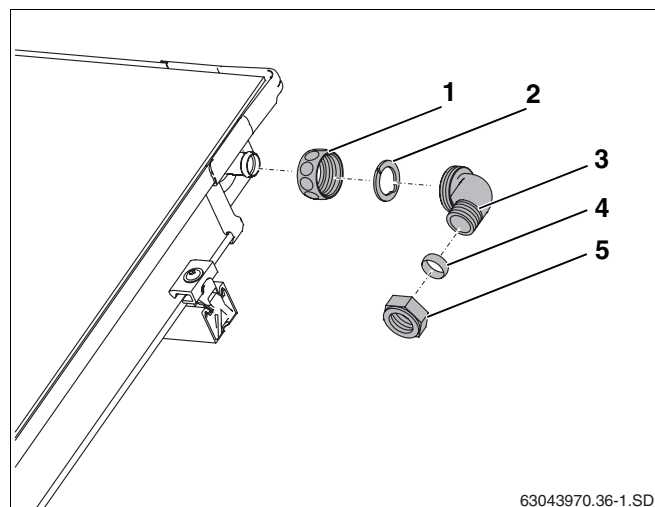

Fig. 57 Montarea conductei de tur (fără aerisitor la acoperiș)
- Fixați piulița (Fig. 57, **Poz. 1**) pe racordul colectorului.
- Poziționați șaiba clemei (Fig. 57, **Poz. 2**) în spatele racordului colectorilor și apăsați.
- Se apasă colțarul cu îmbinare prin clemă (Fig. 57, **Poz. 3**) la racord, se orientează și se înfilează cu piulița.